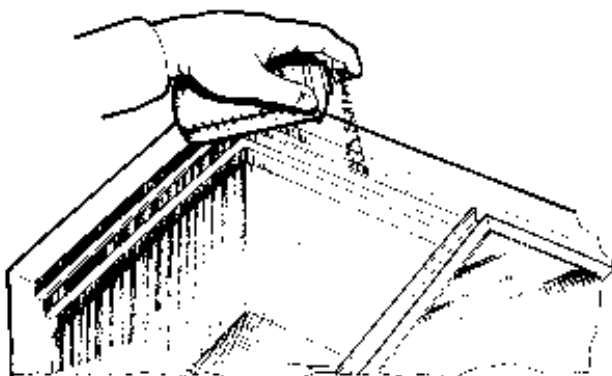

Рисунок 8
- напряжение и частота сети электропитания соответствуют параметрам, указанным на заводской табличке технических данных, которая находится в нижней части прилавка (рисунок 8).